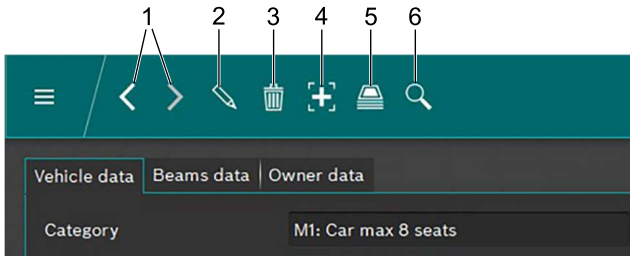

Fig. 83: Barra menu
Con entrambe le frecce (Fig. 83 / 1) è possibile commutare avanti ed indietro tra i record di dati esistenti.
Se nella finestra viene visualizzato un record di dati esistente, esso può essere elaborato dopo un clic sul pulsante  (Fig. 83 / 2). Dopo il clic sul pulsante  il pulsante si trasforma in un dischetto. Dopo l'elaborazione, il record di dati deve essere memorizzato premendo sul simbolo del dischetto.
Un record di dati visualizzato nella finestra viene cancellato premendo sul pulsante "Cestino" (Fig. 83 / 3).
Premendo sul pulsante "Archivio" (Fig. 83 / 5) il record di dati "Archivio" su („6.13 Archivio“).
Dopo un clic sul pulsante "Cerca" (Fig. 83 / 6) appare la funzione di ricerca. Qui possono essere cercate le diverse opzioni di ricerca in base ai record di dati („6.12.2 Cercare il record di dati in base al veicolo“ e „6.12.3 Cercare il record di dati in base al proprietario del veicolo“).
1. Fare clic sul pulsante  (Fig. 83 / 4).
Nella barra del menu fare clic sul pulsante **Cerca**  (Fig. 83 / 6). Si apre una finestra di ricerca.
Il record di dati visualizzato può essere cancellato facendo clic sul pulsante **Cancella dati**  (Fig. 83 / 3).
! Dopo aver fatto clic sul pulsante **Cancella dati**  (Fig. 83 / 3) il record di dati è cancellato definitivamente.
Per richiamare i risultati dei test archiviati dei veicoli, nella barra del menu fare clic sull'icona risma di carta  (Fig. 83 / 5). Un elenco di tutti i test dei veicoli archiviati. Appare vedere „6.13 Archivio“.